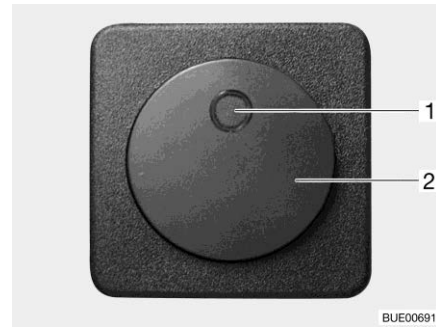

Bild 121 Schalter für elektrische Fußbodenerwärmung
- Den Wippschalter (Bild 121,2) drücken. Die Kontroll-Leuchte im Schalter (Bild 121,1) leuchtet.
- Den Wippschalter (Bild 121,2) drücken. Die Kontroll-Leuchte (Bild 121,1) im Schalter erlischt.